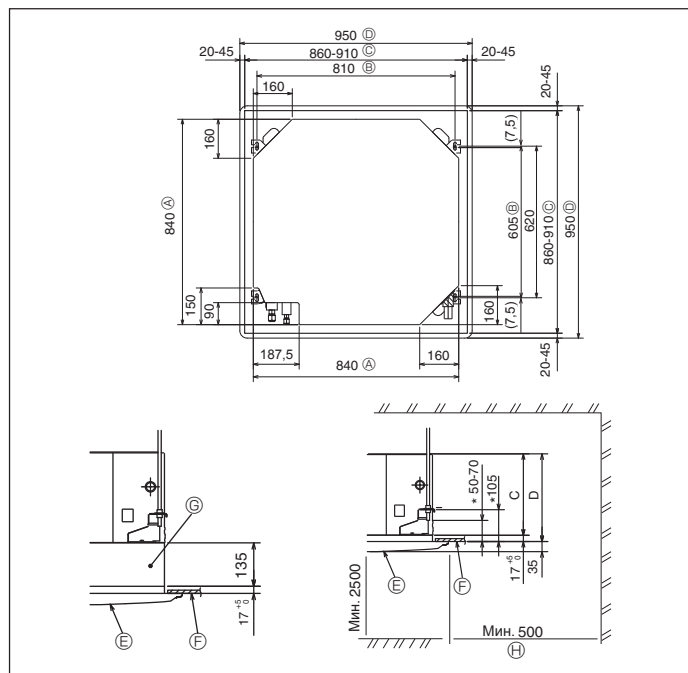

Fig. 3-2
①	Установочный шаблон	1
②	Прокладка (с изоляцией) Прокладка (без изоляции)	4
③	Изоляция для труб (для соединения труб хладагента) малого диаметра большого диаметра	1
④	Лента	8
⑤	Винт с прокладкой (M5 × 25) для установки решетки	4
⑥	Соединительная муфта для дренажа	1
⑦	Изоляция	1
⑧	Гайка раструбного стыка 1/4F(P60)	1
3.2. Расположение отверстия в потолке и навесных болтов (Fig. 3-2)
* Размер потолочного отверстия можно регулировать в пределах, указанных на Fig. 3-2, таким образом, чтобы отцентровать главный прибор в потолочном отверстии, обеспечив одинаковые зазоры по всем соответствующим противоположным сторонам.